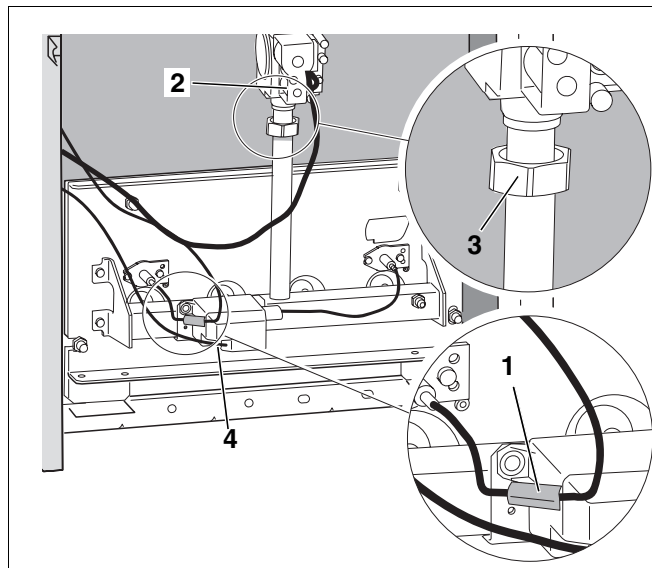

Fig. 39 Demontați arzătorul
- Îndepărtați arzătorul (Fig. 39, **Poz. 3**) la îmbinarea conductei principale de gaz de armatura cu gaz.
- Se înlătură protecția la atingere (Fig. 39, **Poz. 1**) de la cablul de supraveghere și se scoate stecherul.
- Desfaceți racordul transformatorului (Fig. 39, **Poz. 4**) de aprindere.